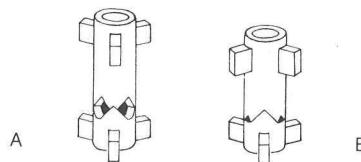

Abb. 4
Vor Auflegen der Bandspulen sind die beiden Dreizackdorne der Spulenteller nach oben zu ziehen und so zu drehen, daß die Zacken des feststehenden und des beweglichen Teiles übereinander stehen. Siehe Stellung A der Abbildung 4. Die volle Spule wird auf den linken und die leere auf den rechten Spulenteller aufgelegt. Nach Auflegen der Spulen werden die Dreizackdorne nach rechts oder links gedreht, bis sie nach unten springen und einrasten. Siehe Stellung B der Abbildung 4. Damit sind die Spulen gegen Herabfallen gesichert. Jetzt wird das Tonband von der linken Spule über den linken Fühlhebel abgezogen, straff gespannt in den Bandeinlegeschlitz eingeführt und der Bandanfang durch ein bis zwei Umdrehungen auf die rechte Spule aufgewickelt. Zum Bandeinlegen muß der Funktionswähler ⑯ in jedem Fall in Stellung STOP stehen.